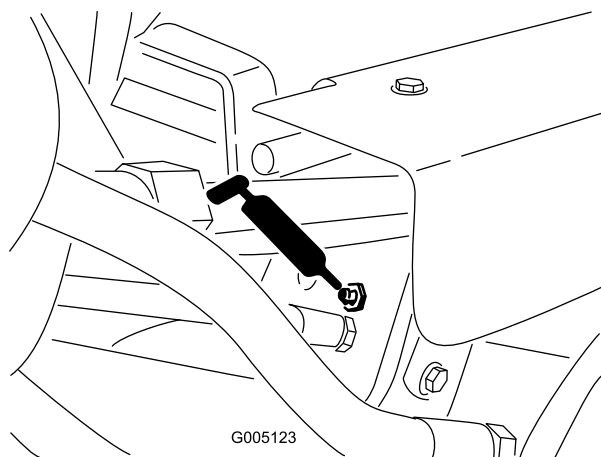

Figura 30
- Cilindros de elevação (3) (Figura 30)